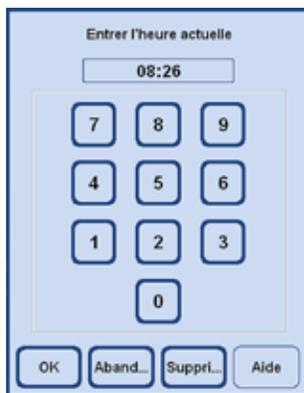

Fig. 93
- Appuyer sur le bouton **HEURE** pour ouvrir une fenêtre et y entrer l'heure actuelle (fig. 93).